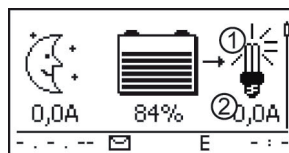

Abb. 16 Display-Inhalt nach dem Einschalten des Lastausgangs
3. ➔ Lastausgang einschalten. Die Lampe ① (Abb. 16) erscheint auf dem Display.
4. ➔ Verbraucher einschalten. Der Verbraucherstrom ② wird ab 0,1 A auf dem Display angezeigt.
5. ➔ Wird Abb. 16 nicht angezeigt, Installation prüfen und bei Bedarf den Fehler anhand Abschnitt 15 beheben.